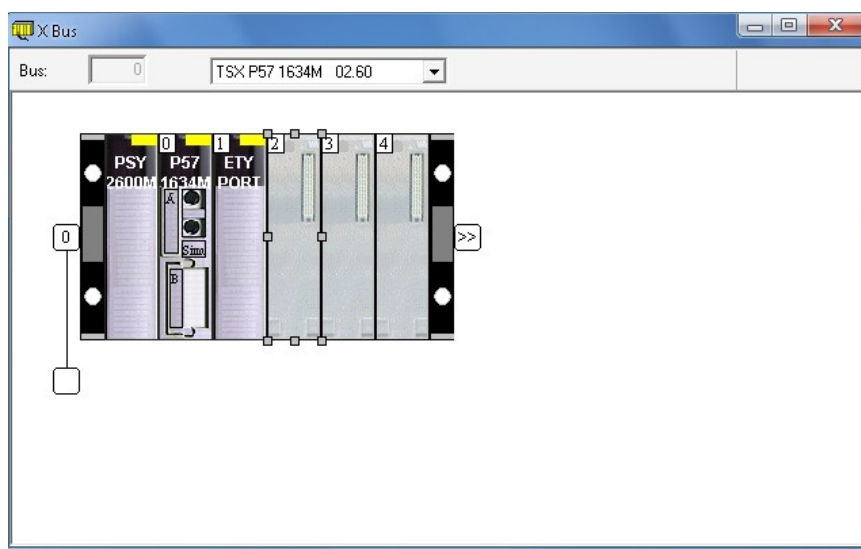

Рисунок 16 – Вибір модуля вводу «TSX DEY 16D2»
4.2 У вікні, що з'явилося, натиснути правою кнопкою «миші» на елементі з цифрою «2» та вибрати у меню «New device» (рисунок 16).